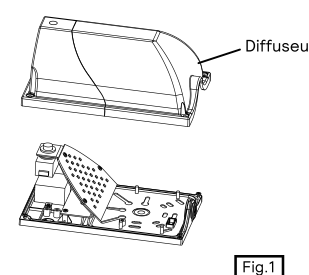

Fig.1
1. Retirer les vis de retenue du couvert de lampe et les garder dans un endroit sécuritaire (Fig. 1)